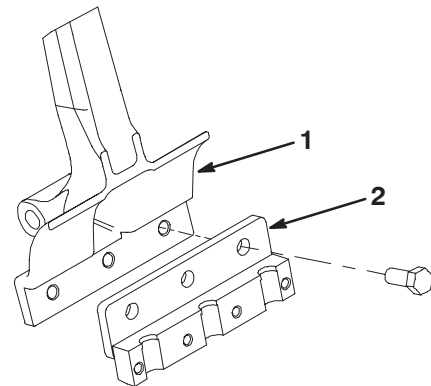

Figure 23
2. Montez un porte-louchets sur chaque bras d'aération (3) avec des vis 1/2 x 1-1/4 pouce (Fig. 23). Serrez les vis à 102 Nm (les vis sont fournies avec les kits porte-louchets).